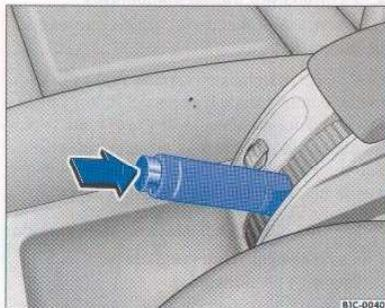

Fig. 70 Palanca del freno de mano entre los asientos delanteros
– Tire con fuerza de la palanca del freno de mano hacia arriba ⇒ fig. 70.
– Tire ligeramente de la palanca hacia arriba, presione el botón de bloqueo en la dirección de la flecha ⇒ fig. 70 y baje completamente la palanca ⇒ **!**